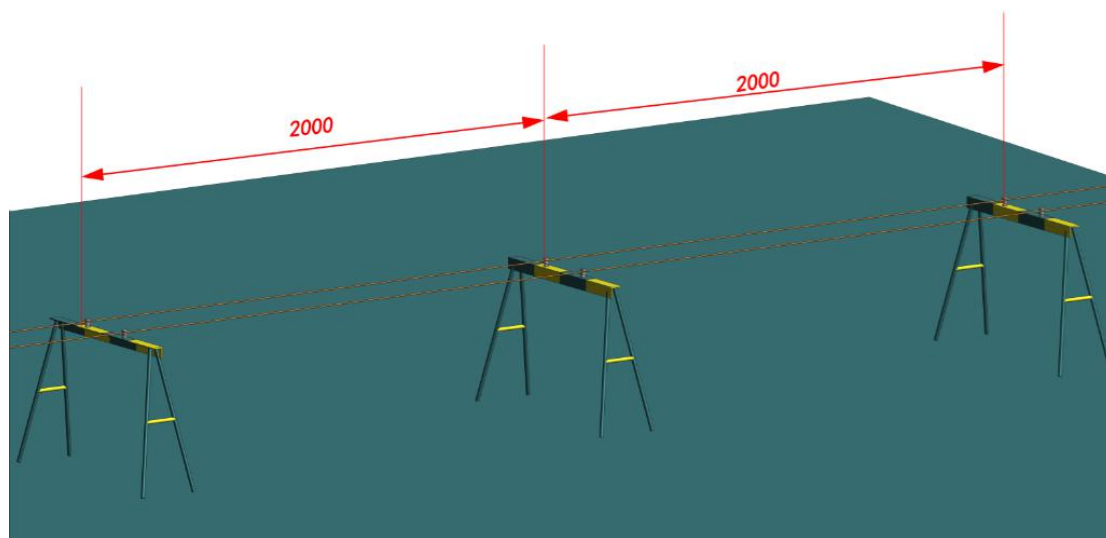

图 4.4-2 桥面临时电缆支架示意图
**【安装要求】**支架上敷设电缆必须采用五芯电缆，支架间距不大于  $2000\text{mm}$ ，焊接要牢固，电缆、瓷瓶捆绑固定。(图 4.4-2)